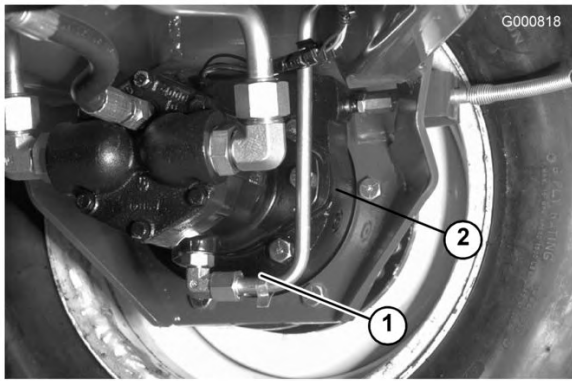

図 69
3. ブレーキ・ハウジングの下にある両方のプラグを外してオイルを抜く (図 69)。